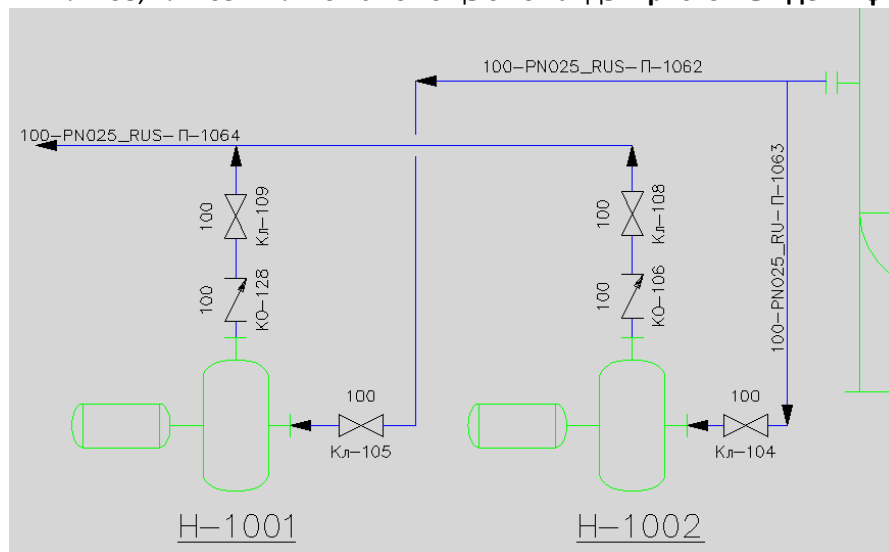

Рис. 20
- Разместите четыре задвижки, как показано на рис. 20, выбрав пиктограмму **Задвижка** на вкладке **Клапаны** палитры инструментов. Клапанам автоматически присваиваются номера. Переназначьте клапанам номера в идентификаторах **Кл-109**, **Кл-108**, **Кл-105** и **Кл-104** с помощью команды **Присвоить идентификатор**.